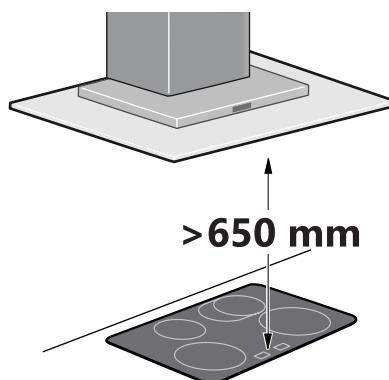

図1: クッキングヒーター
- ・ クッキングヒーターとレンジフード下端の距離 650mm(図1参照)。